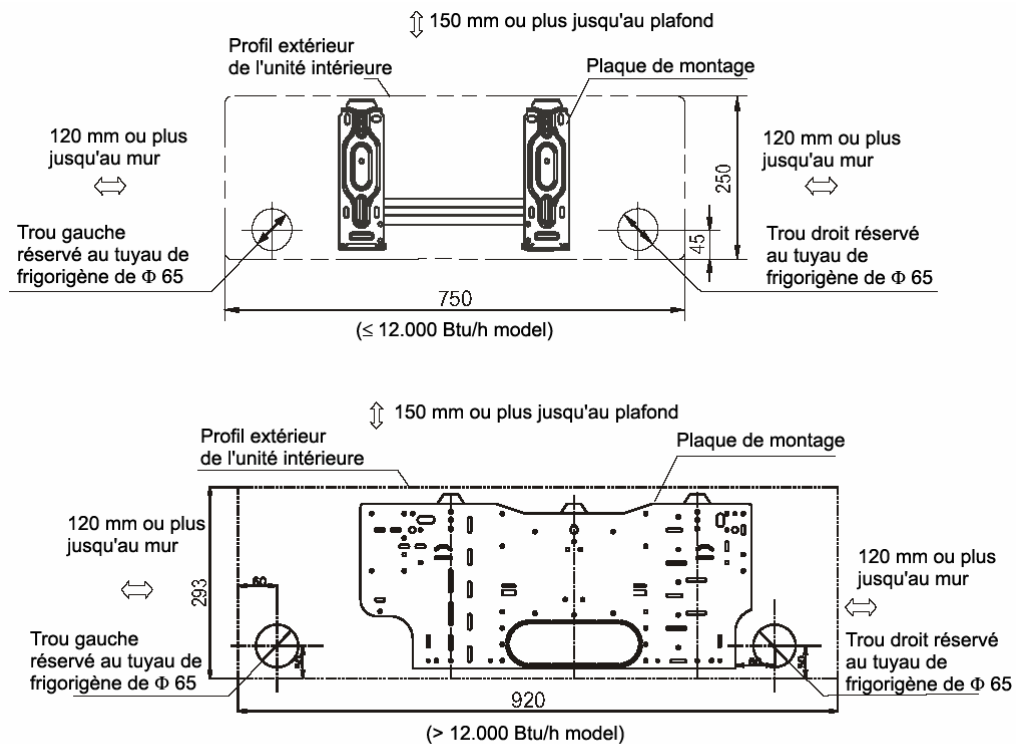

Fig. 5
1. Déterminer la position des trous en fonction du diagramme détaillé à la Fig.5. Percer un (1) trou (Ø 65 mm) légèrement incliné vers l'extérieur.